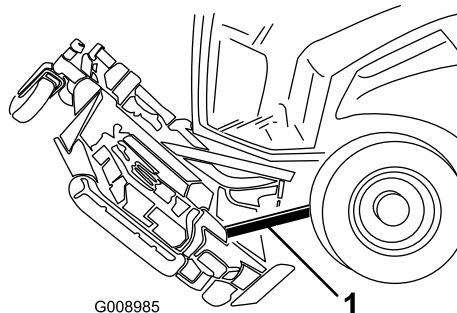

Figura 125
6. Introduzca a presión un bloque de madera entre el borde trasero de la carcasa y la máquina (Figura 125).